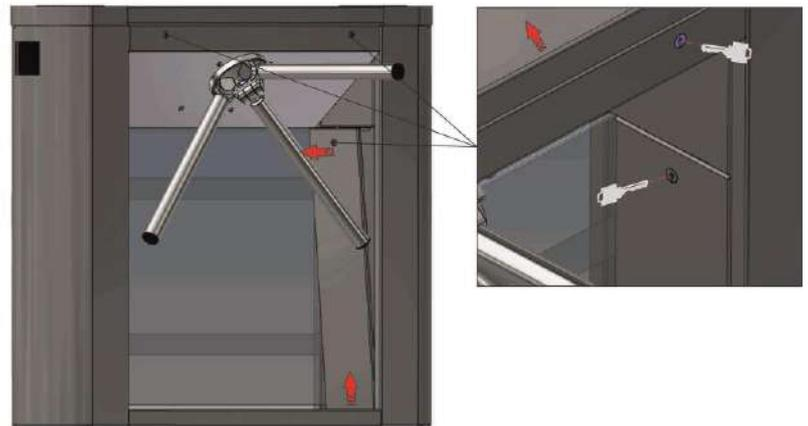
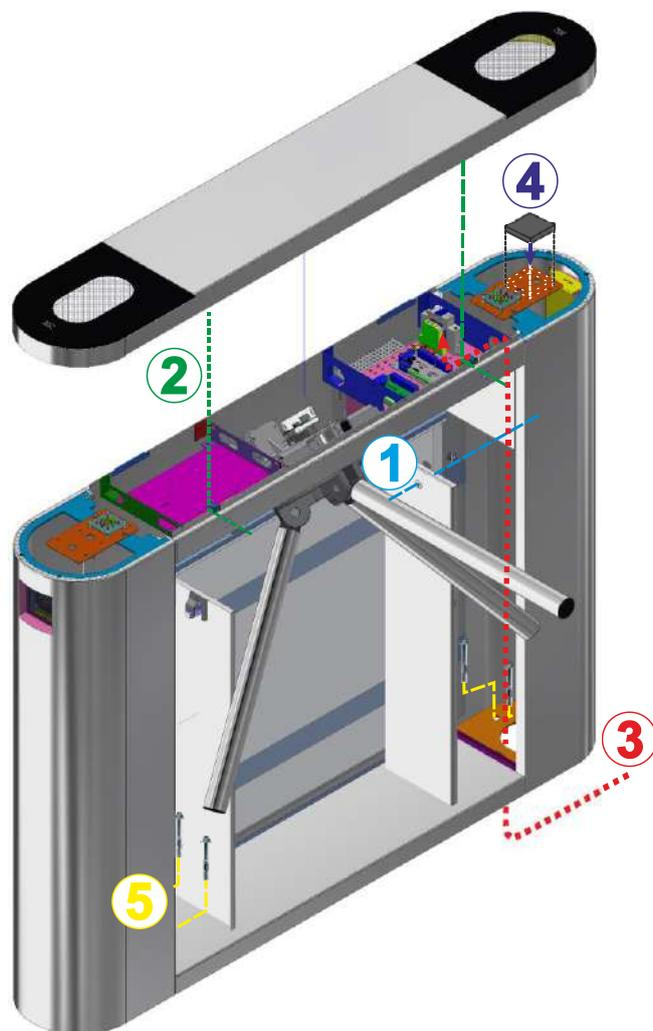

Рис. 15–Открытие двери и крышки турникета
Рис. 16 – Общий вид сборки турникета-трипода «GALAXY-M»
8) Для доступа к крепежным отверстиям основания турникета-трипода «GALAXY-M» (Рис.15) необходимо снять две двери стоек турникета, открыв по одному замку дверей корпуса; Для доступа к клеммным колодкам открыть замки турникета и снять крышку (Рис.16):